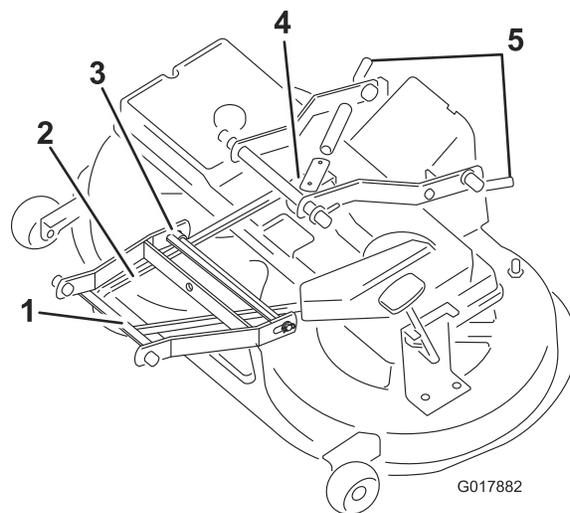

Figure 43
9. Tirez le bras de la poulie de tension vers l'intérieur et déposez la courroie trapézoïdale de la poulie (Figure 43).
11. Retirez la goupille entre la tringlerie du bras avant et le carter de tondeuse (Figure 43).
12. Enlevez la courroie trapézoïdale de la poulie du moteur (Figure 43).